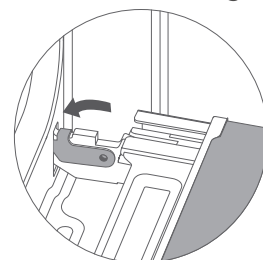

Fig. 3
7. Dopo aver chiuso le leve di bloccaggio a destra e a sinistra, spingendole verso l'interno come indicato nella Fig.3, se la porta del forno è montata correttamente è possibile chiuderla senza alcun problema; oltre a chiuderla correttamente se la porta del forno è montata correttamente deve lasciare libere le fessure di ventilazione tra vetro porta e pannello di controllo.